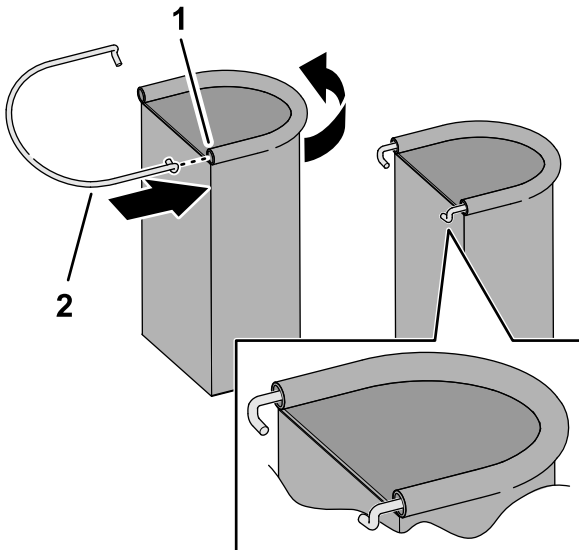

図 26
1. 収納バッグのスリーブに、図 26 のようにフープロッドを通す。